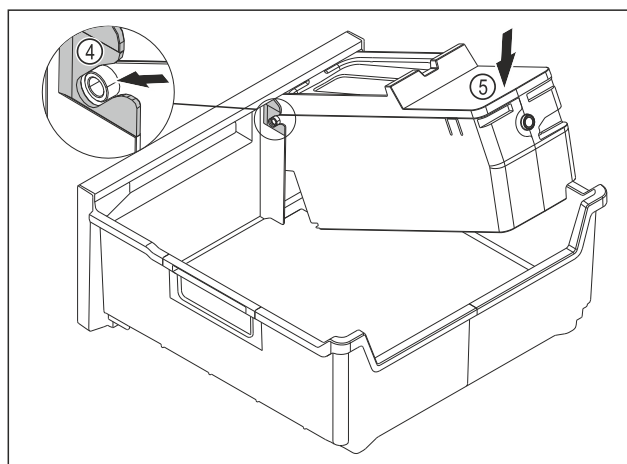

Fig. 114
- Montáž korpusu EasyTwist-Ice: Osy korpusu EasyTwist-Ice zasuňte do vedení Fig. 114 (4).
- Stlačte korpus EasyTwist-Ice Fig. 114 (5) vzadu dolů.